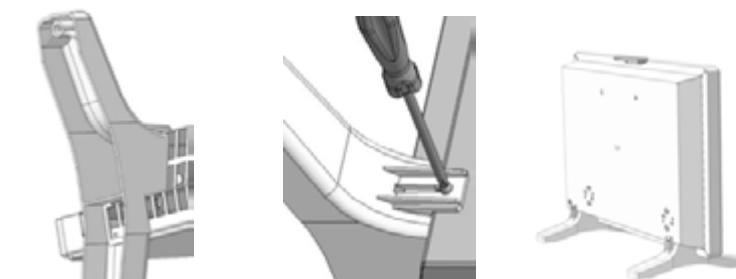

Рис.6 Установка опор конвектора
5.8. Для установки конвектора на опору необходимо установить опоры клиновыми фиксаторами в отверстия нижней решётки и закрепить винтом как показано на Рис.6.